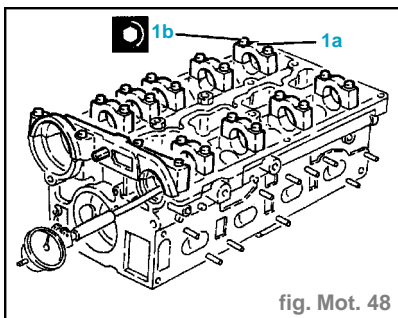

fig. Mot. 48
- Poser les chapeaux d'arbre à cames (1a) sur la culasse et resserrer les vis (1b) au couple de **1,3 à 1,6 daN.m** (fig. Mot. 48).